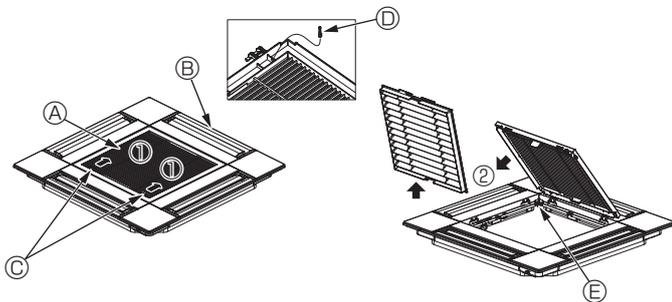
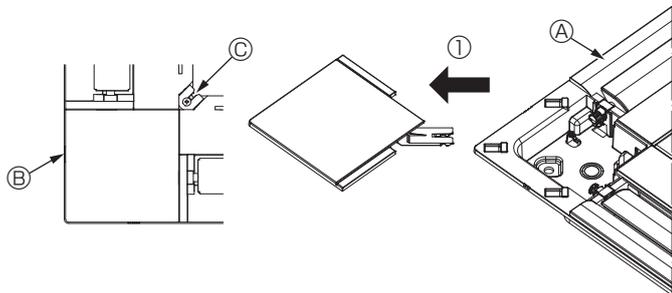

Fig. 6-3
Fig. 6-4
6.2.1. Entfernen des Ansauggitters (Fig. 6-3)
- Zum Öffnen des Ansauggitters die Hebel in die mit dem Pfeil ① gekennzeichnete Richtung schieben.
- Das Scharnier des Ansauggitters bei geöffnetem Ansauggitter (Position "open") vom Gitter in Pfeilrichtung ② abnehmen.
6.2.2. Entfernen der Eckplatte (Fig. 6-4)
- Die Schraube von der Ecke der Eckplatte entfernen. Die Eckplatte in Pfeilrichtung ① schieben und abnehmen.